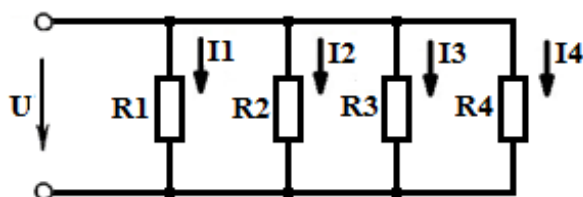

Рис. 1.32. Схема к заданию 1
**Задание 1.** Вычислить эквивалентную проводимость  $g$  и эквивалентное сопротивление  $R$  цепи (рис. 1.32), напряжение  $U$  на зажимах цепи и токи в параллельных ветвях, если ток  $I = 46,2$  А,  $R_1 = 10$  Ом,  $R_2 = 50$  Ом,  $R_3 = 20$  Ом,  $R_4 = 25$  Ом.